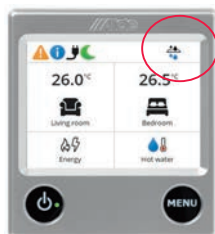

Abb. 9
5. Während des aktiven Wasserflusses von der Frischwasserpumpe erscheint das Symbol für Alde AquaClear UV-C im oberen Teil des Bedienfeldes, um anzuzeigen, dass Alde AquaClear UV-C korrekt funktioniert. (Abb. 9). Wenn das Symbol bei aktivem Wasserdurchfluss nicht sichtbar ist, stimmt möglicherweise etwas nicht. Wenden Sie sich in diesem Fall an Ihren Händler oder Servicepartner.